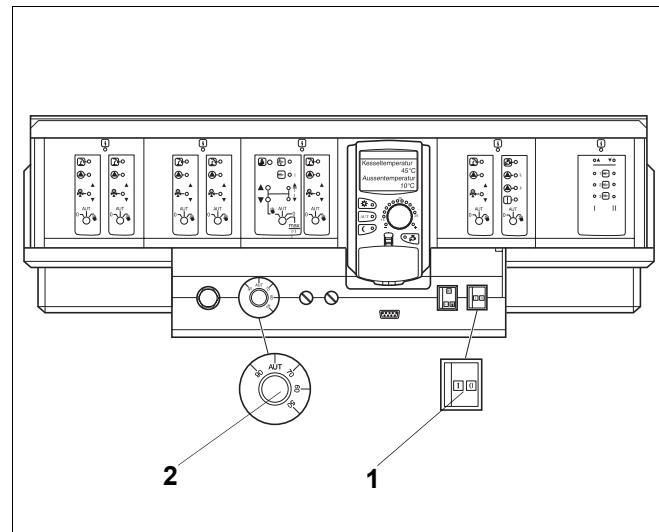

Рис. 3 Система управления Logamatic 4000
- Переведите пусковой выключатель (рис. 3, **поз. 1**) в положение "I" (ВКЛ), на установке с двумя котлами – на двух системах управления.
Установите регулятор температуры котловой воды (рис. 3, **поз. 2**) в положение "AUT". При работе с постоянной температурой установите регулятор на нужную температуру (минимум 65 °C).
Установите регулятор температуры котловой воды (рис. 3, **поз. 2**) в положение "AUT".
Установите регулятор температуры котловой воды (рис. 3, **поз. 2**) одного котла на нужную температуру (минимум 70 °C). Таким образом определяется котел 1 (ведущий).